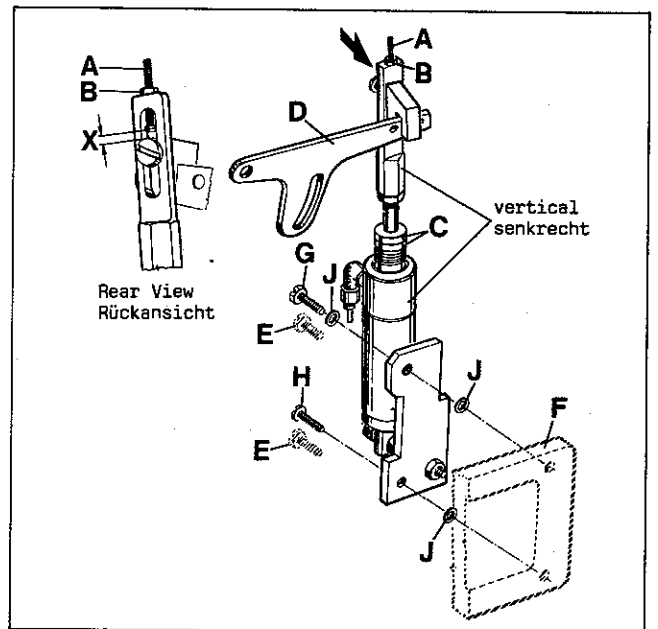

Fig. 46
Assemble the pneumatic presser foot lifter, supplied with the sewing table, to the sewing machine (see Fig. 46). For this remove two hex. head screws (E) from the support bracket (F) for the thread trimmer drive. Mount the presser foot lifter with the two screws (G and H, Fig. 46) and three washers (J) so that the air cylinder with strap is vertical (standard setting). Complete the tube connections, see Fig.3
Bauen Sie den mit dem Nähstisch gelieferten pneumatischen Drückfußlifter an die Nähmaschine (siehe Fig. 46). Dazu müssen zwei Sechskantschrauben (E) aus dem Lagerbock (F) für den Fadenabschneider-Antrieb entfernt werden.
Montieren Sie den Drückfußlifter mit den zwei Schrauben (G und H, Fig. 46) und den drei Scheiben (J) so, daß der Luftzylinder mit Lasche senkrecht steht (Standard-einstellung). Stellen Sie die Schlauchverbindungen her, siehe Fig. 3.
With adjusting screw (A, Fig. 46) the presser foot lifting can be changed. Loosen lock nut (B) and turn adjusting screw (A) down to increase the presser foot lifting or up to decrease it. Retighten lock nut (B).
The end play (X, Fig. 46) of presser foot lifter lever (D) should be at least 1 mm (3/64 in.) before the presser foot starts lifting.
Mit der Einstellschraube (A, Fig. 46) kann das Anheben des Drückerfußes verändert werden. Lösen Sie die Feststelmutter (B) und drehen Sie die Einstellschraube (A) nach unten um das Anheben des Drückerfußes zu vergrößern oder nach oben, um es zu verkleinern. Ziehen Sie die Feststelmutter (B) wieder an.
Der Ausbau eines oder beider Anschlagringe (C) ist erforderlich, wenn der Drückerfuß mehr als 2 mm angehoben wird. Das Spiel (X, Fig. 46) des Drückerfußlifterhebels (D) muß mindestens 1 mm betragen bevor der Drückerfuß anzuheben beginnt.